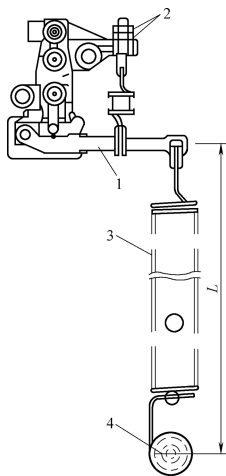

图 3-182 感载比例阀的检查与调整
- 2) 用手向上推动 LSPV 杆直到其停止。拉出螺旋弹簧时, 测量其长度, 如图 3-182 所示。